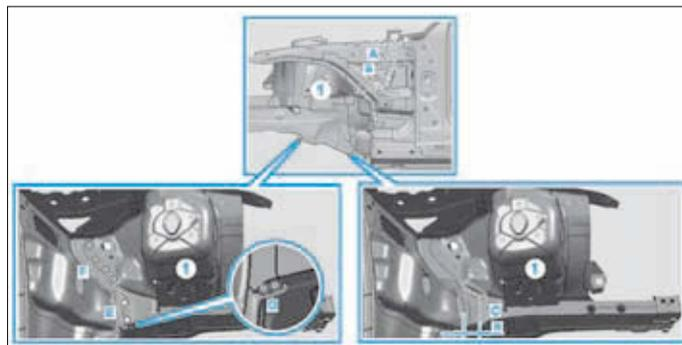

FIG. 41
- Séparer approximativement le passage de roue avant (1) au niveau des lignes de coupe (A et B) (Fig.41).
- Tracer puis découper sur le passage de roue avant (1) dans la zone (C).